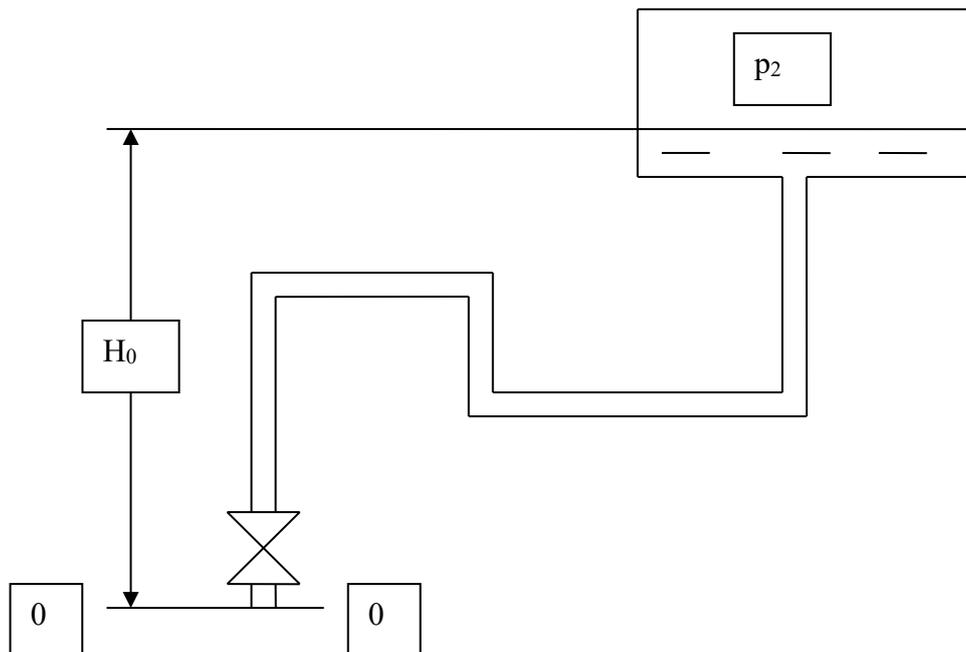

Рис. 12
**Задача 13.** Определить потребный напор, который необходимо создать в сечении 0 – 0 для подачи в бак воды с вязкостью  $\nu = 0,008 \text{ Ст}$ , если длина трубопровода  $L = 80 \text{ м}$ , его диаметр  $d = 50 \text{ мм}$ , расход жидкости  $Q = 15 \text{ л/с}$ , высота  $H_0 = 30 \text{ м}$ , давление в баке  $P_2 = 0,2 \text{ МПа}$ . Коэффициент сопротивления крана  $\zeta_1 = 5$ , колена  $\zeta_2 = 0,8$ , шероховатость трубы  $\Delta = 0,04 \text{ мм}$ . Рис. 12.